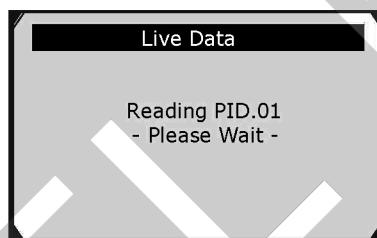

Рисунок 5-9
- 2) Подождите несколько секунд пока сканер проверит доступные ПИД-регуляторы. См. рисунок 5-9.